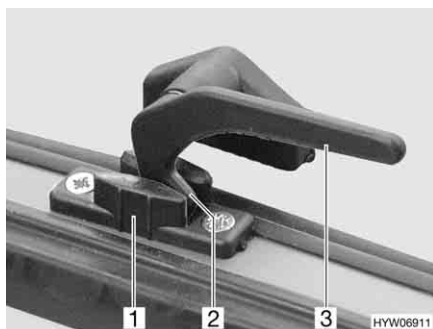

Fig. 72 Leva di serraggio in posizione "Aerazione continua"
- In posizione di "Aerazione continua" (Fig. 72)
- Ruotare tutte le leve di serraggio (Fig. 72,3) di un quarto di giro verso il centro dell'oblò.
- Girare nuovamente all'indietro tutte le leve di serraggio. Contemporaneamente riportare il nasello di chiusura (Fig. 72,2) nella rientranza del bloccaggio dell'oblò (Fig. 72,1).